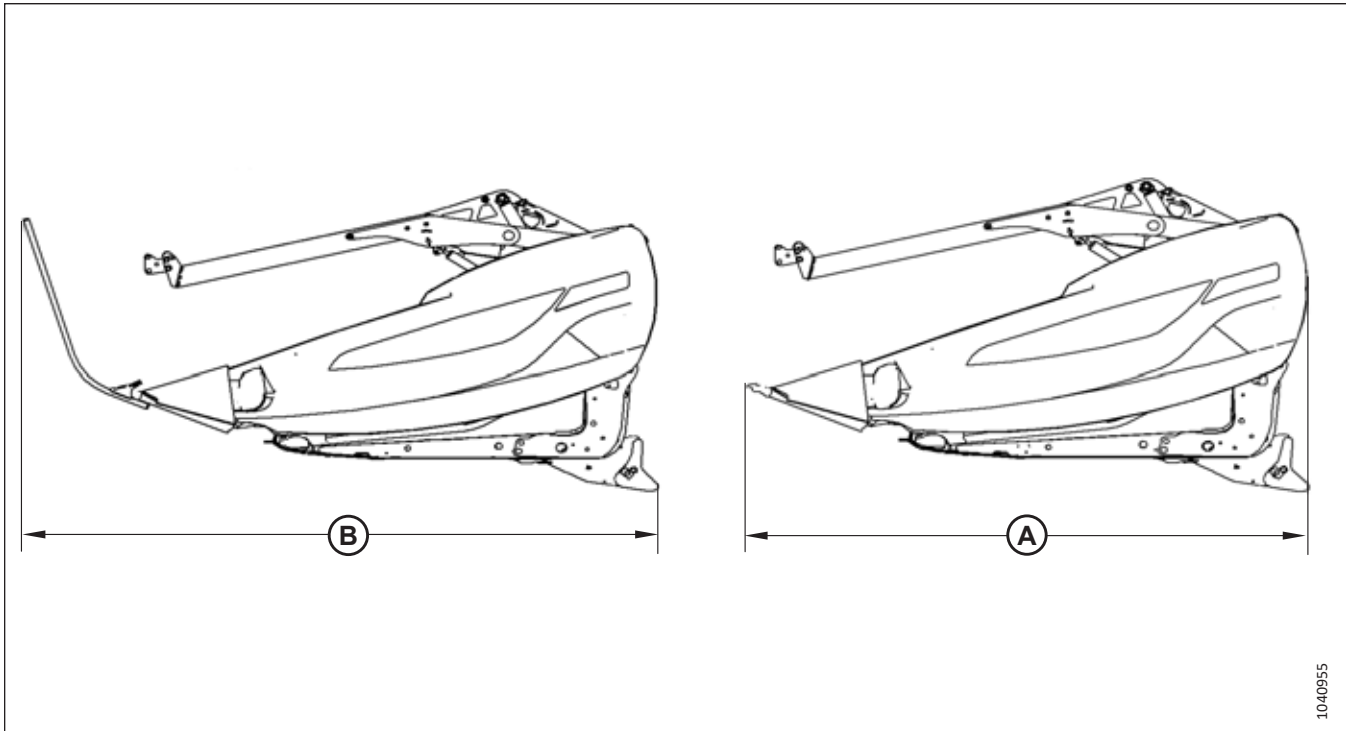

Figure 2.1: Largeur de la plateforme
1. Consultez la figure 2.1, page 40.